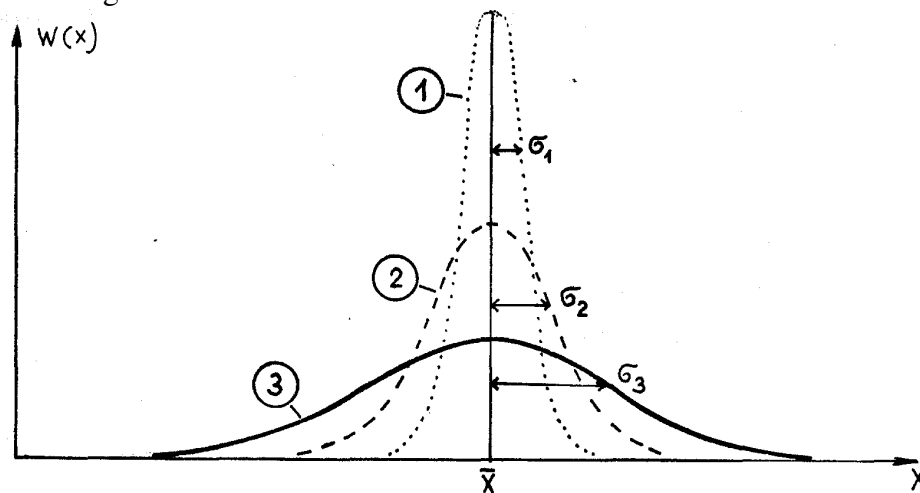

Abb.2b: Verteilungsfunktionen mit verschiedenen Werten von  $\sigma$ .
Durch Integration der Verteilungsfunktion  $w(x)$  in den Grenzen von  $\bar{x} - \sigma$  bis  $\bar{x} + \sigma$  läßt sich ermitteln, daß bei einer Gaußfunktion 68,3 % der gemessenen Werte im Bereich  $\bar{x} - \sigma$  und  $\bar{x} + \sigma$  liegen. Das bedeutet auch, daß ein beliebig der Meßreihe entnommener Wert mit einer Wahrscheinlichkeit von 68,3 % zwischen  $\bar{x} - \sigma$  und  $\bar{x} + \sigma$  liegt. Im Bereich  $\bar{x} \pm 2\sigma$  liegen 95,4 % und im Bereich  $\bar{x} \pm 3\sigma$  bereits 99,7 % der Meßwerte. Die Standardabweichung  $\sigma$  ist ein Maß für die Ausdehnung der Verteilung, d.h. für die Streuung der Meßwerte. Abb. 2b zeigt die Verteilungsfunktionen von drei verschiedenen Meßreihen mit dem gleichen Mittelwert  $\bar{x}$ . Die Messreihe (1) lieferte die präzisesten und die Meßreihe (3) die ungenauesten Messungen.